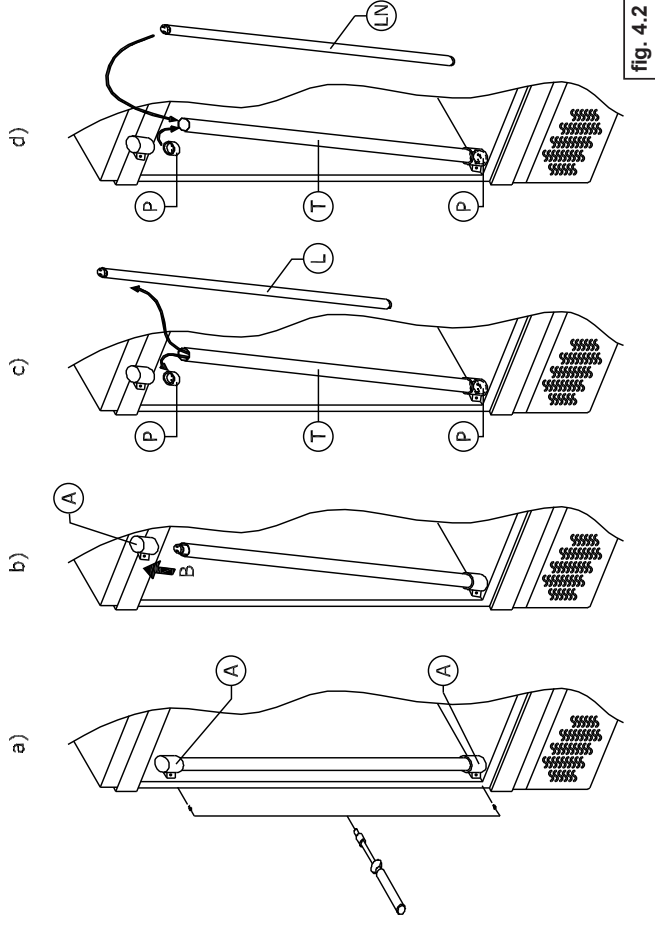

fig. 4.2
1. Avec l'emploi s'un tournevis déplacer la couverture en plastique (A) qui bloquent le tubulaire transparent au vaine frigorifique, devissage les deux vis. (fig. 4.2 – a).
2. Avec très délicatesse envelopper la couverture supérieur (A), le tirant axialement dans le sens indiqué par la flèche "B" (fig. 4.2 – b).
3. Toujours avec délicatesse, envelopper le portelamp supérieur (P) et désactiver la lamp da remplacer (L), donc l'enlever du tube de protection transparent (T) (fig. 4.2 – c).
4. Remplacer la lamp (L) avec quelle nouvelle (LN), toujours de 36 Watt, dans le tubulaire (T). Donc insérer le deux portelamp (P) s'assurant que les connections électrique sont fait correctement (fig. 4.2 – d). Insérer nouvellement les couvertures en plastique (A) et rapporter le système d'illumination (LN)+(P)+(T)+(A) fixant-il nouvellement avec les vis.